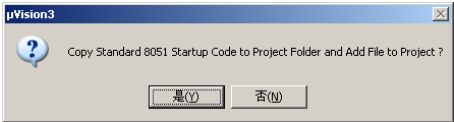

图 24-8 “μ Vision3”对话框
- (3) 单击“确定”按钮，此时弹出“μ Vision3”对话框，如图 24-8 所示。单击“是”按钮，完成工程的建立。